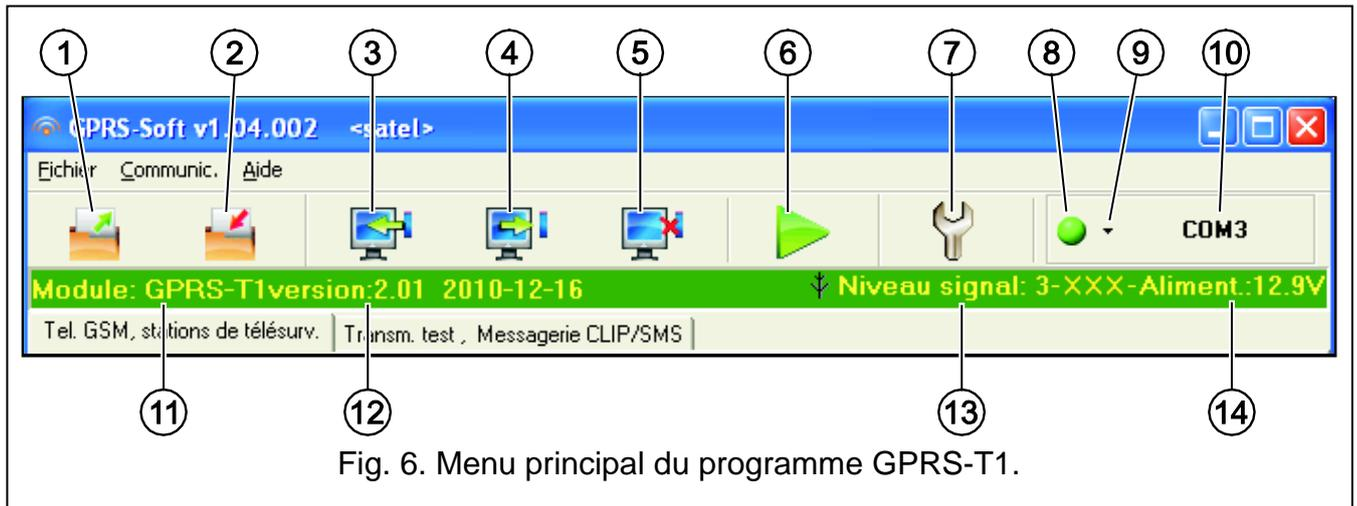

Fig. 6. Menu principal du programme GPRS-T1.
Le port série COM de l'ordinateur doit être connecté avec le port RS-232 (TTL) sur la carte électronique du convertisseur. Les câbles pour la connexion sont offerts dans le kit fabriqué par la société Satel sous le nom de DB9FC/RJ-KPL. Dans le programme GPRS-SOFT, indiquer le port COM de l'ordinateur servant à la communication avec le convertisseur. A cet effet, cliquer avec la souris sur le bouton « Configuration » (voir : fig. 6 et légende de
2. Cliquer avec la souris sur le bouton « Configuration » (voir : fig. 6 et légende de la figure). Dans la fenêtre qui s'affichera, taper le numéro du port TCP sélectionné pour la communication avec le convertisseur. Ce numéro sera inclus dans le message SMS qui sera envoyé au numéro de téléphone GSM du convertisseur pour initialiser la communication.
3. Cliquer avec la souris sur le bouton  (voir : fig. 6). Dans le menu qui s'affichera, sélectionner « TCP/IP » pour activer le serveur.
Légende de la figure 6 :